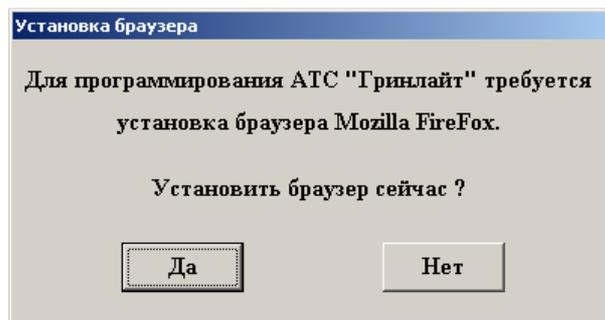

Рис. 8.36
- далее появится окно с предложением установки браузера «Mozilla FireFox» Рис. 8.36, если в составе системы охраны применяется АТС «Гринлайт» и данное приложение не установлено, нажмите на кнопку «Да», появится окно установки браузера, в котором нажмите на кнопку «Извлечь». Если в системе охраны используется АТС «D.G.Tel» или АТС отсутствует, нажмите на кнопку «Нет».